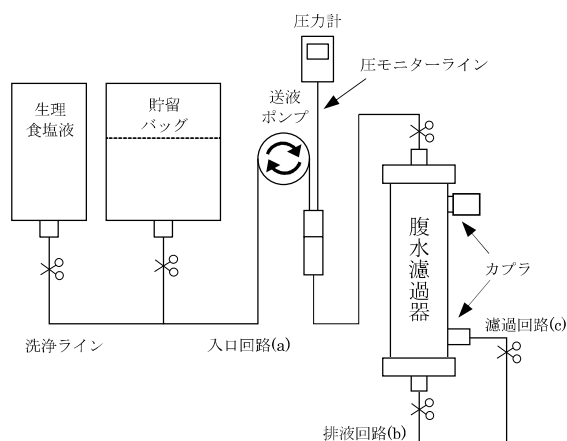

図 1 内圧濾過法 (ポンプ式) の回路図
- 1) 本品をホルダーに取り付ける。(以降の手順に従い、図 1 の通り接続する)